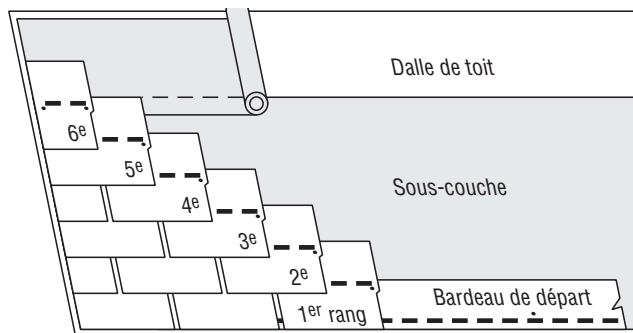

Figure 10-16 : Méthode par demi-jupe.
- Continuer le rang de départ en posant des bardeaux entiers le long de l'avant-toit (figure 10-16).
PREMIER RANG : Poser un bardeau entier sur le coin inférieur gauche du toit, en mettant les jupes à égalité avec le rang de départ (figure 10-16).
DEUXIÈME RANG : Retrancher 6 9/16 po (16,7 cm) (une demi-jupe) du côté gauche d'un bardeau et poser la pièce restante par-dessus le bardeau du premier rang, à égalité avec le bord gauche du bardeau et en laissant 5 5/8 po (14,3 cm) du premier rang à découvert (figure 10-16).
DU TROISIÈME AU SIXIÈME RANG : Chacun des rangs suivants, jusqu'au sixième rang inclusivement, doit débuter par un bardeau plus court d'une demi-jupe (6 9/16 po [16,7 cm], du côté gauche) que le premier bardeau du rang précédent (figure 10-16). Laisser chaque rang à découvert de 5 5/8 po (14,3 cm).